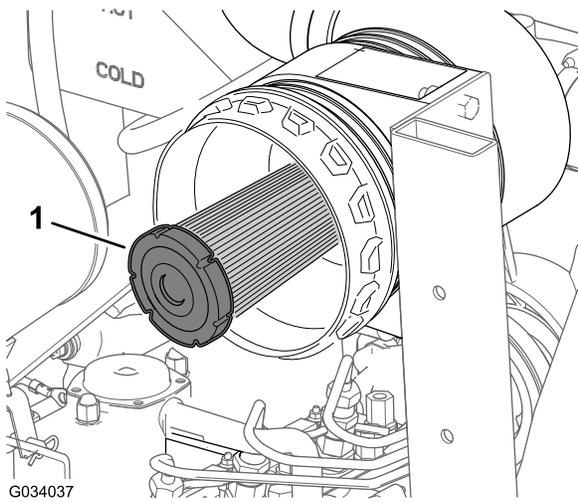

Figura 46
2. Verificate l'assenza di polvere e detriti nel filtro di sicurezza dell'aria (Figura 46).
**Importante:** Non cercate mai di pulire il filtro di sicurezza (Figura 46). Sostituitelo ogni 3 interventi di manutenzione sul filtro primario.